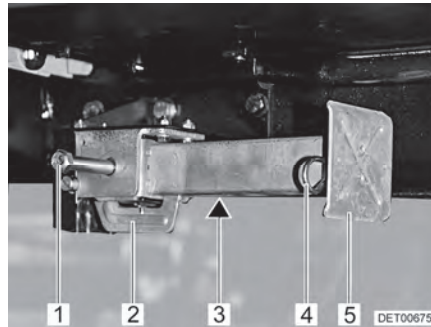

Bild 29 Hubstütze
- Am Sechskant (Bild 29,1) den Steckschlüssel aufstecken und drehen, bis die Hubstütze senkrecht nach unten steht.
- Wenn die Länge der Hubstütze verstellbar ist, den Splint (Bild 29,4) aus der Stützfußverlängerung (Bild 29,5) herausziehen.
- Am Sechskant (Bild 29,1) den Steckschlüssel aufstecken und drehen, bis die Hubstütze wieder vom Boden frei ist.
- Stützfußverlängerung (Bild 29,5) ganz einschieben und Splint (Bild 29,4) in die vorgesehene Bohrung an der Stützfußverlängerung stecken.
- Am Sechskant (Bild 29,1) drehen, bis die Hubstütze nach oben geschwenkt ist und die Führung (Bild 29,2) ganz am Ende des Schlitzes (Bild 29,3) ansteht.